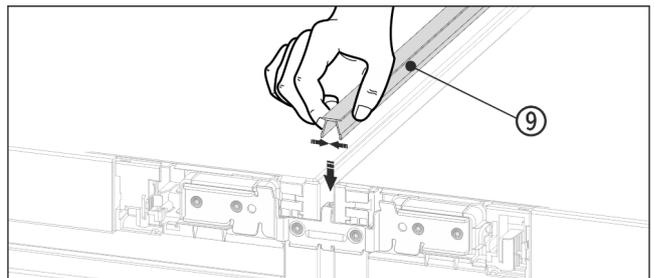

Fig. 23
- ▶ Auf der Oberseite die kurze Abdeckleiste Fig. 23 (9) in den horizontalen Spalt drücken.